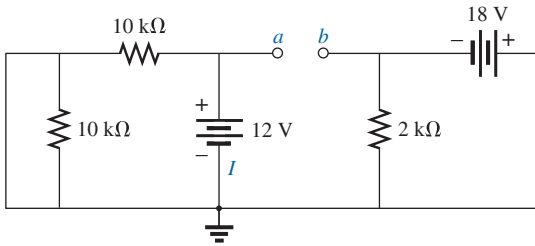

Figura 7.79 Problema 20.
20. Determine a tensão  $V_{ab}$  e a corrente  $I$  para o circuito da Figura 7.79. Lembre a discussão de circuitos abertos e curtos-circuitos na Seção 6.8.